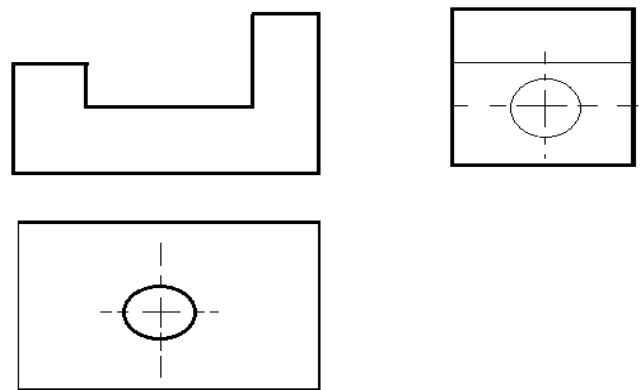

figure2
**SAMBA**, élève en classe de 3ème de votre établissement après avoir fait l'école buissonnière tout au long de la première séquence arrive à l'école le jour de la composition ; Il prend part à l'évaluation de **PCT** et effectue la lecture du dessin proposé. Il présente alors au professeur le dessin de la **figure2**. Le professeur lui fait des brimades et **SAMBA** s'explique en disant qu'il n'a pas tous les cours portant sur la lecture d'un dessin technique.